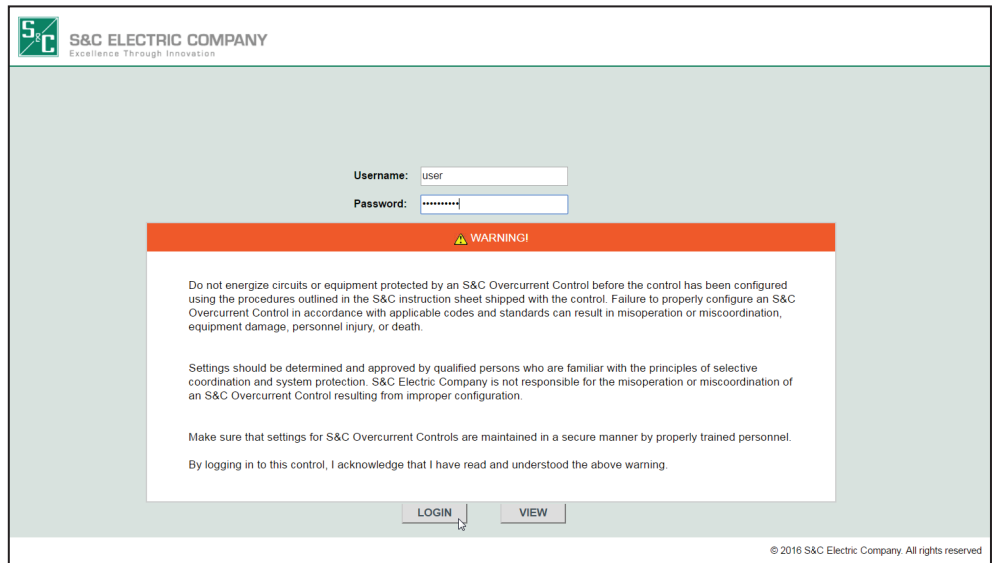

Figura 10. Ingresar el nombre de usuario y la contraseña.
PASO 1. En la pantalla *Login (Inicio de Sesión)*, ingrese el nombre de usuario y la contraseña. Vea la Figura 10.